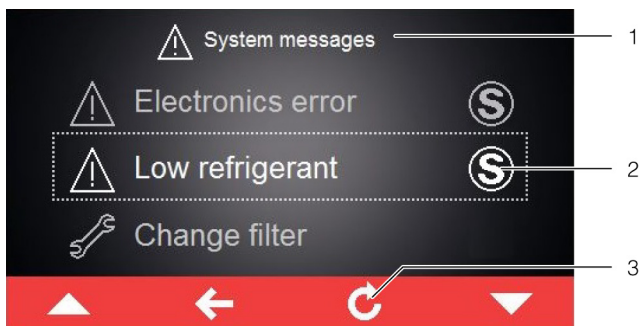

Fig. 21: Schermata con messaggi di malfunzionamento/guasto
In presenza di un messaggio di malfunzionamento/guasto non risolvibile in autonomia dall'utente e che non scompare automaticamente, al suo fianco e nella barra comandi, accanto al simbolo dei messaggi di sistema, viene visualizzata l'icona «Service» (fig. 21, pos. 2).